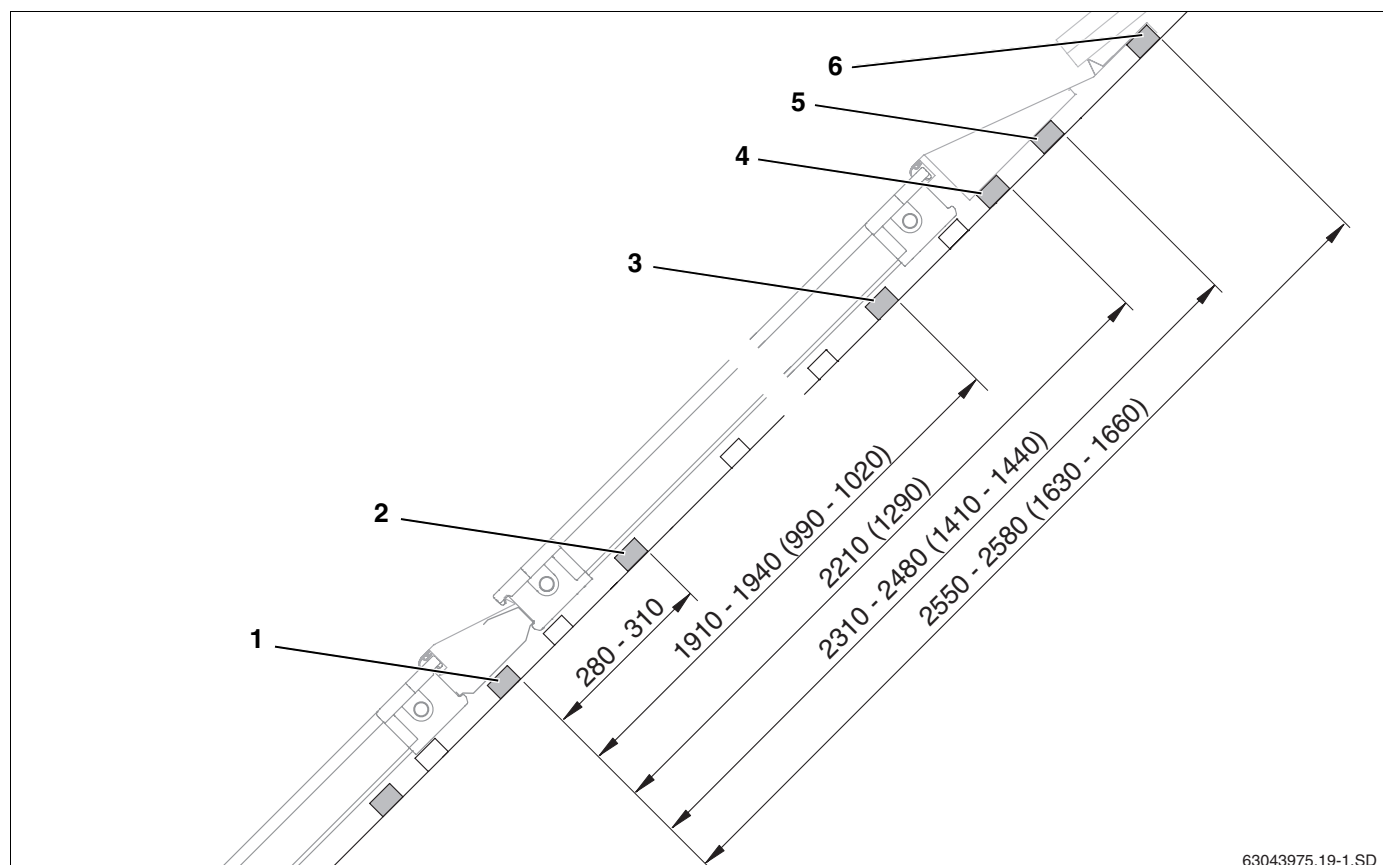

Fig. 15 Distancias de los listones adicionales para el montaje en varias filas (dimensiones en mm, valores entre paréntesis = horizontal)
El cuarto listón adicional del montaje en una fila es al mismo tiempo el primer listón de la fila inmediatamente superior (fig. 15, **pos. 1**) y se precisará para el seguro contra deslizamiento de la fila superior de colectores.
- ▶ Monte el segundo listón de tejado para las sujeciones laterales (fig. 15, **pos. 2**).
- ▶ Monte arriba el tercer listón de tejado para las sujeciones laterales (fig. 15, **pos. 3**).
- ▶ Monte el cuarto listón para el apoyo de la cuña de stiropor de las chapas protectoras superiores (fig. 15, **pos. 4**).
- ▶ Monte el quinto listón de apoyo para las chapas protectoras superiores (fig. 15, **pos. 5**).
- ▶ Monte el sexto listón para el apoyo y fijación de las chapas protectoras superiores (fig. 15, **pos. 6**).